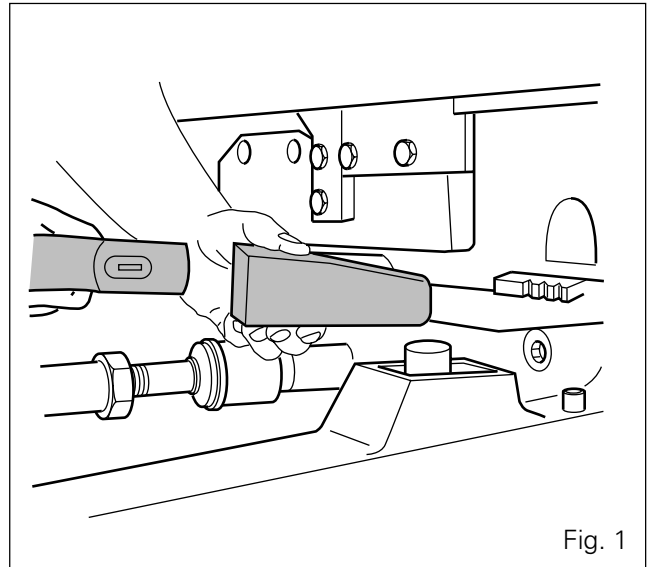

Fig. 1
- . caler entre le bâti et l'essieu avant (Fig. 1).